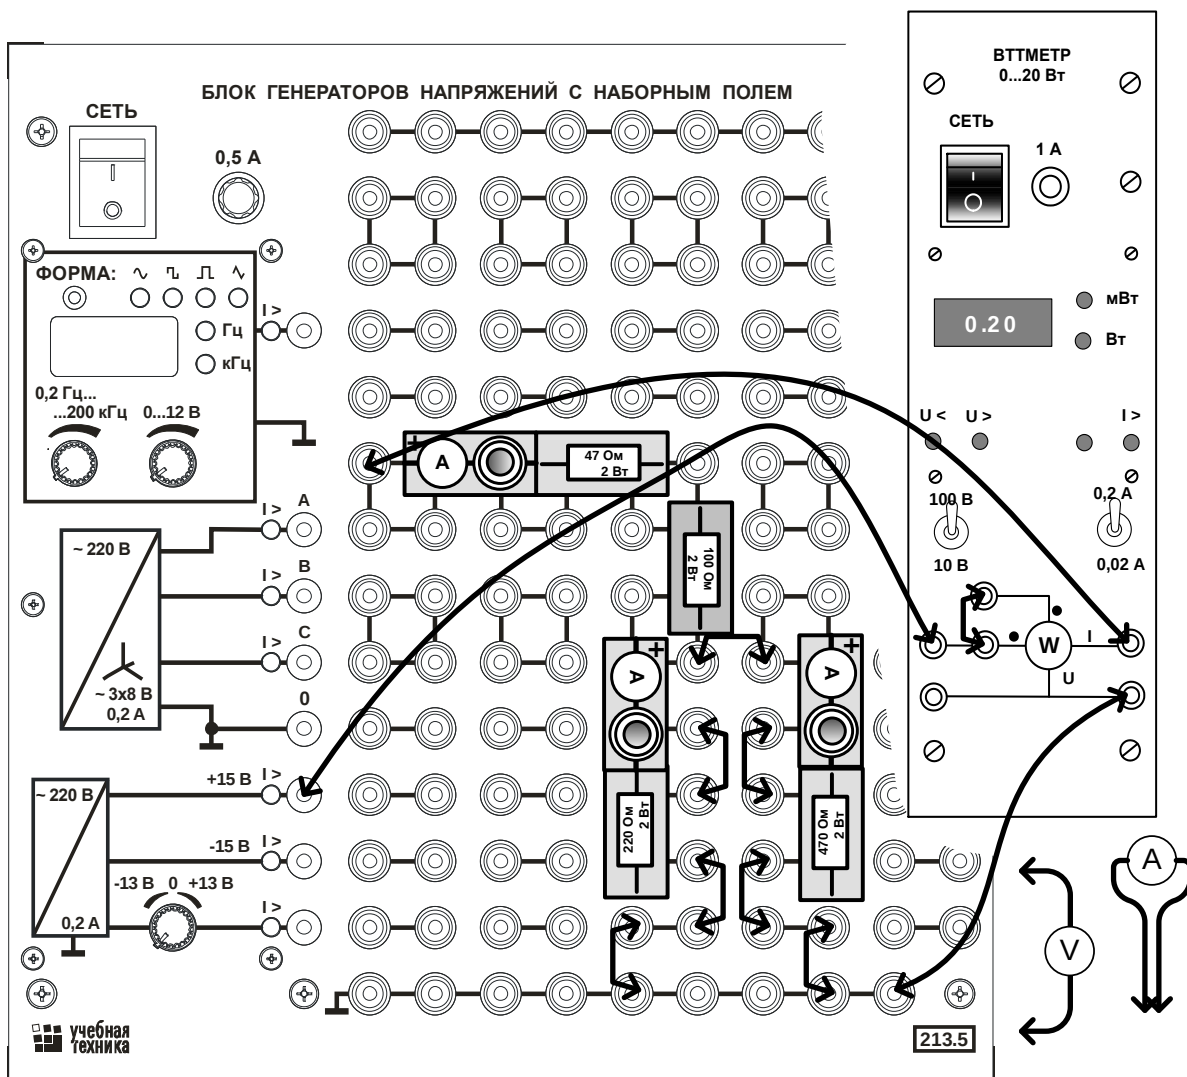

Рис. 2.8. Монтажная схема.
- Соберите цепь согласно монтажной схеме (рис. 2.8.). В каждой из трёх ветвей этой схемы включены миниблоки для подключения амперметра. На входе цепи включён ваттметр для измерения полной мощности, потребляемой цепью.